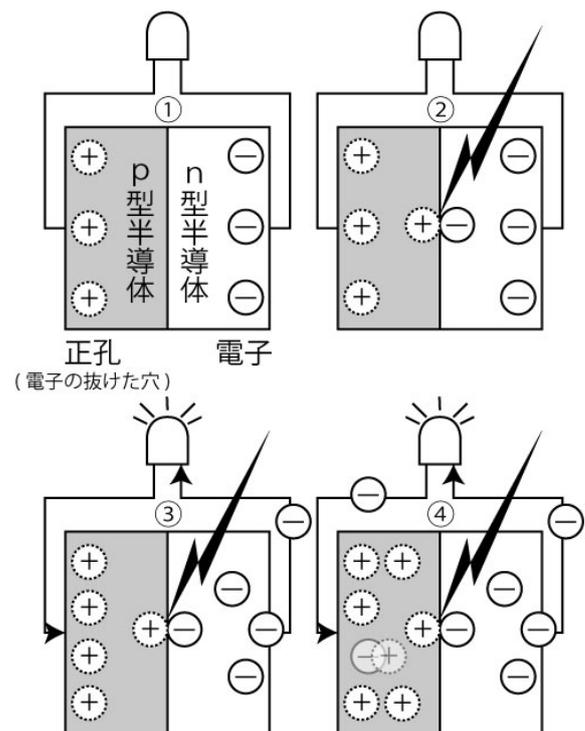

図1 光から電気が起きるしくみ
太陽電池は、様々な条件によって電気を通したり通さなかったりする性質を持つ半導体の一種です。一番普及しているケイ素を使ったシリコン系太陽電池は、電気の素になる電子を放出しやすい「n型半導体」と、電子が欠けている穴(正孔)が多く電子を受け取りやすい「p型半導体」を張り合わせて作られています(図1-①)。光が当たると、光のエネルギーによって電子と正孔のペアができます(図1-②)。光が当たり続けると電子が続き、半導体の内にある電子を外に押し出
す力(起電力)によって外に押し出されて、電子の流れ=電流となります(図1-③)。回路を戻ってきた電子はp型半導体の中で正孔と結合して、元の状態に戻ります(図1-④)。